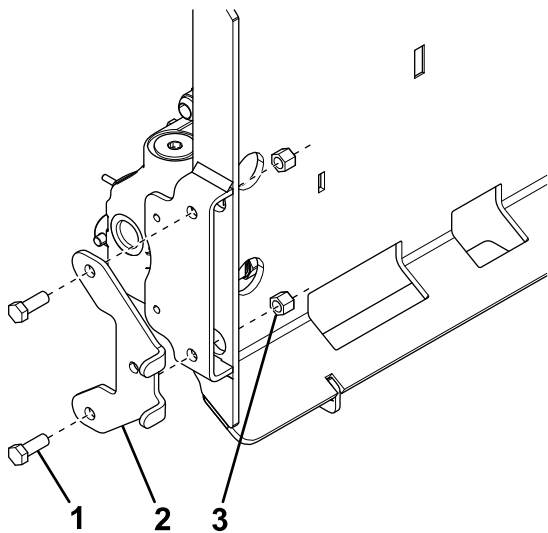

Figure 5
1. Fixez le support de flexible au côté gauche du cadre de l'épandeur à l'aide de 2 boulons ($\frac{3}{8}$ po) et 2 contre-écrous en nylon ($\frac{3}{8}$ po), comme montré à la Figure 5.